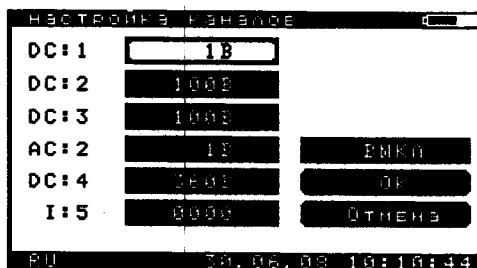

Рисунок 4.7.3.1.3 – Окно «Настройка каналов»
- Для настройки пределов измерения каналов (см. рисунок 4.7.3.1.3) необходимо нажать клавишу «Enter» в окне градуировки.